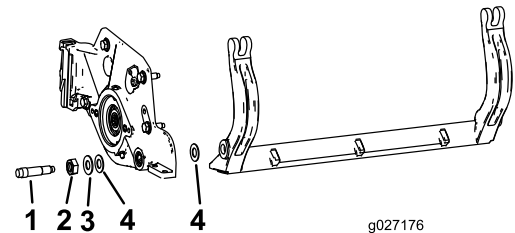

图 31
注意 取下底刀架 图 31 两端的 2 个尼龙垫圈和 1 个冲压钢垫圈。
- 注意** 将尼龙垫圈放在侧板凸起的一侧。将钢垫圈放在尼龙垫圈的外侧 图 31。
注意 内侧的垫圈可能有空隙图 31。